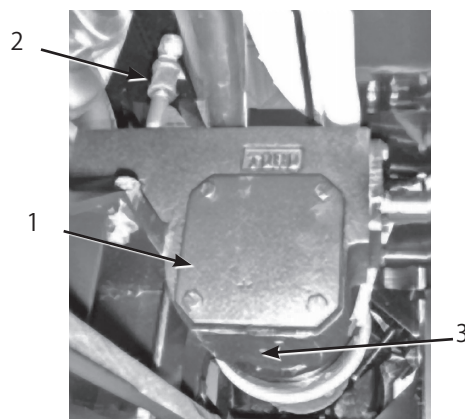

図49
- 補給口プラグとドレン・プラグ (図49) を取り、排出されるオイルを容器で回収する。